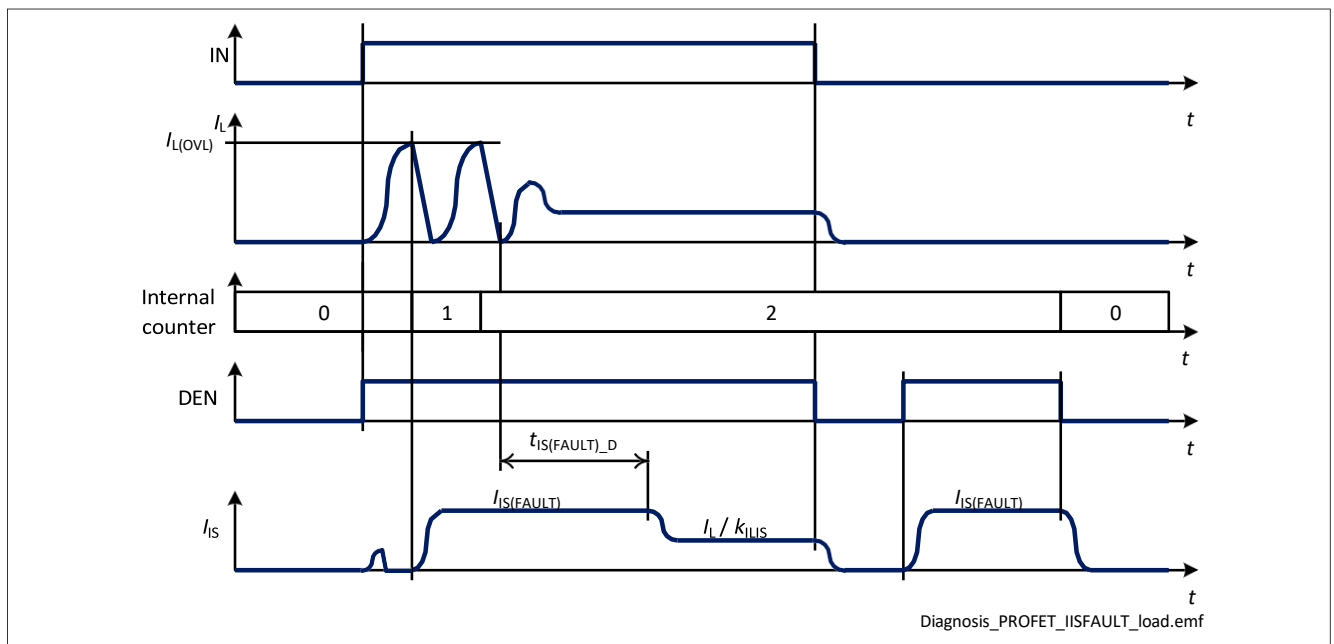

Figure 35 $I_{IS(FAULT)}$ at Load Switching
- 如果通道处于开启状态且重试次数小于“ $n_{RETRY(CR)} + n_{RETRY(CYC)} * n_{RETRY(NT)}$ ”，则在通道重启后，提供持续时间为 $t_{IS(FAULT)_D}$ 的电流 $I_{IS(FAULT)}$ ，之后 $I_{IS} = I_L / k_{ILIS}$ （如图 35 所示）。在重试周期内（定时器 t_{RETRY} 运行时），每次检查通道诊断时都会提供电流 $I_{IS(FAULT)}$ 。